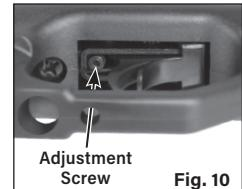

Fig. 10
- Cette carabine à air comprimé est dotée d'une détente réglable à deux étapes de déclenchement. Le point de détente et la course de la détente sont réglés en usine (voir Fig. 10).